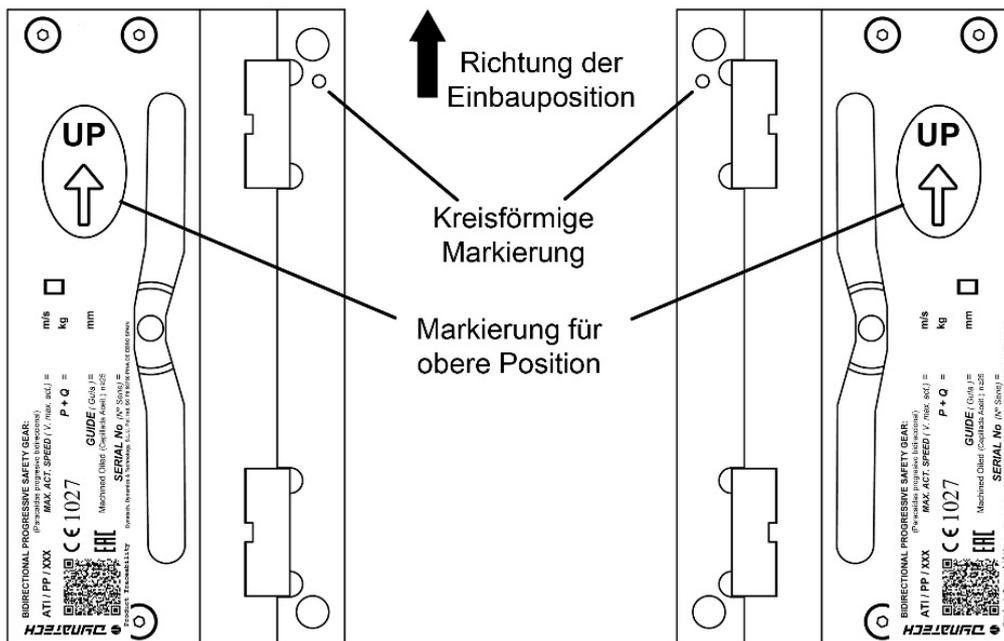

Abbildung 4: Richtung der Einbauposition
- a) Die Richtung der Einbauposition der Fangvorrichtungen ist in Abbildung 4 dargestellt.